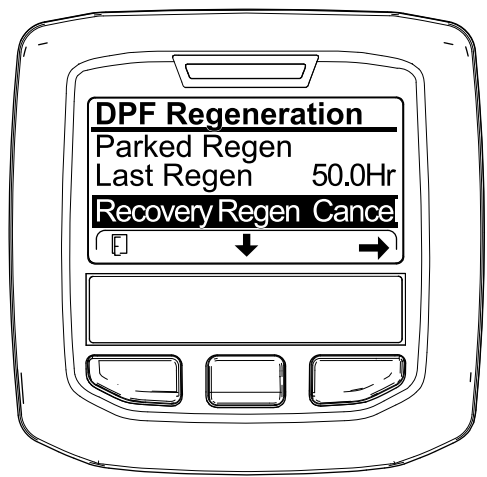
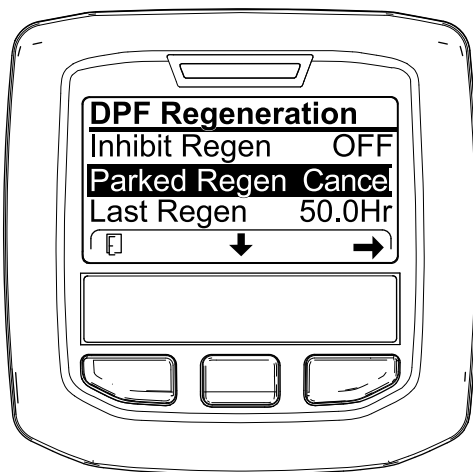

Figure 59
Figure 58
1. Ouvrez le menu Régénération du FAP (Figure 58).
2. Appuyez sur le bouton central pour naviguer jusqu'à l'option PARKED REGEN CANCEL (Figure 58) ou RECOVERY REGEN CANCEL (Figure 59).
3. Appuyez sur le bouton droit pour sélectionner l'option Regen Cancel (Figure 58 ou Figure 59).